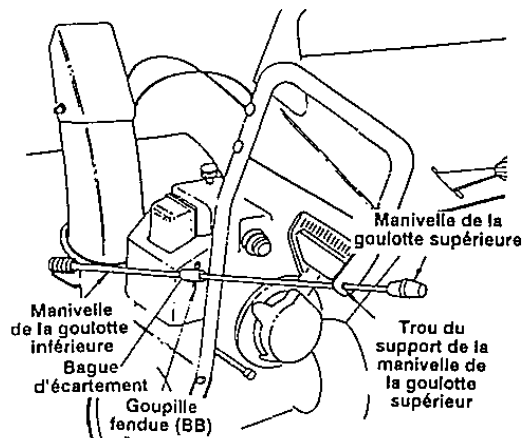

FIGURE 9
- Enfoncez la manivelle de la goulotte supérieure dans le trou du support, puis dans la bague d'écartement. Maintenez en place avec la goupille fendue (BB) (1/2 po diamètre), comme à la figure 9.